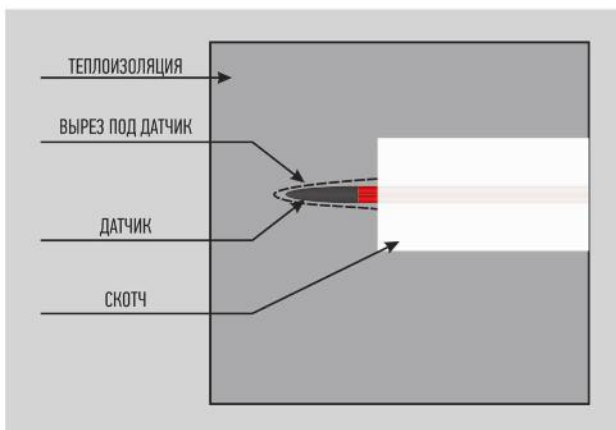

Рис. 6
5.4.10. Прикрепите температурный датчик скотчем к верхней стороне теплоизоляционного материала, предварительно сделав вырез под него и его провод (см. рис. 6).